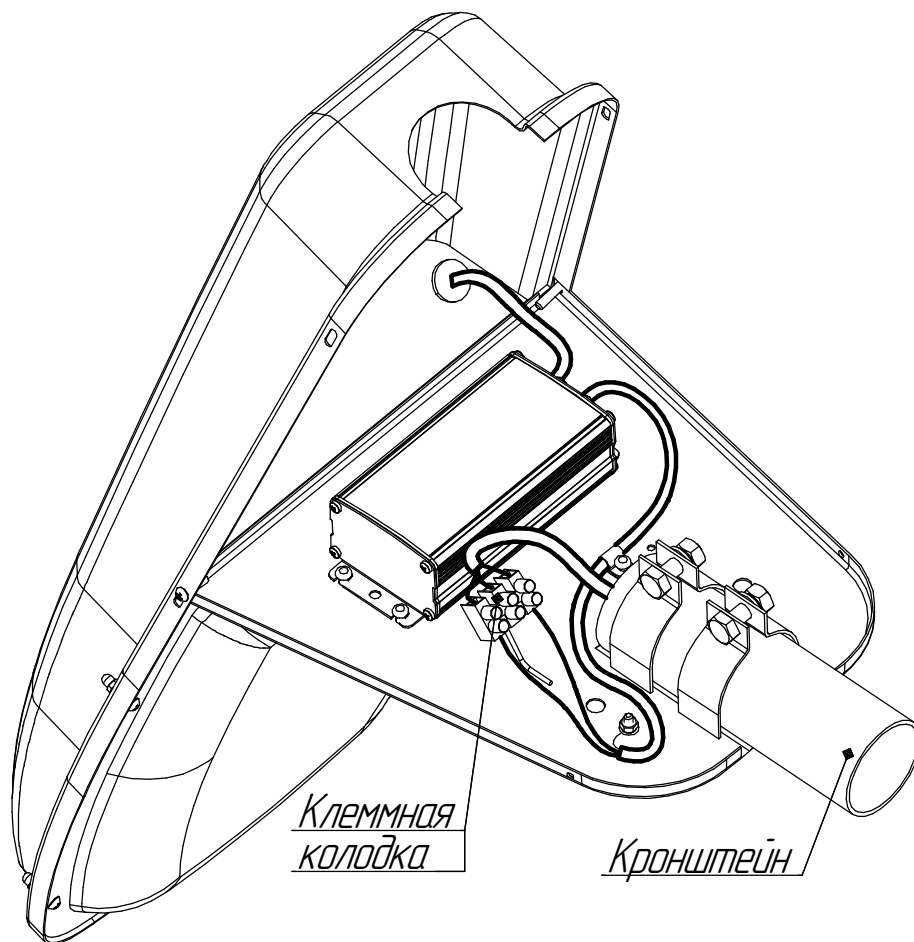

Рисунок 3 - Монтаж светильника на кронштейн
5.5.2 **Для остальных мощностей:** подключите сетевые провода к клеммной колодке (рисунок 3, 4).